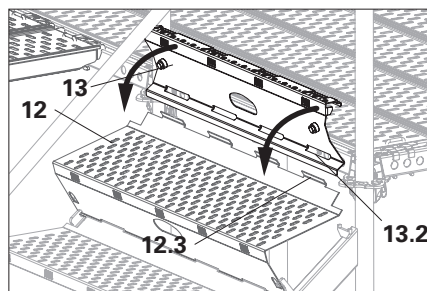

Fig. A2.11a
1. Sollevare leggermente l'ultimo gradino installato (12) fuori dal supporto in modo che sia in posizione angolata. (Fig. A2.11a)